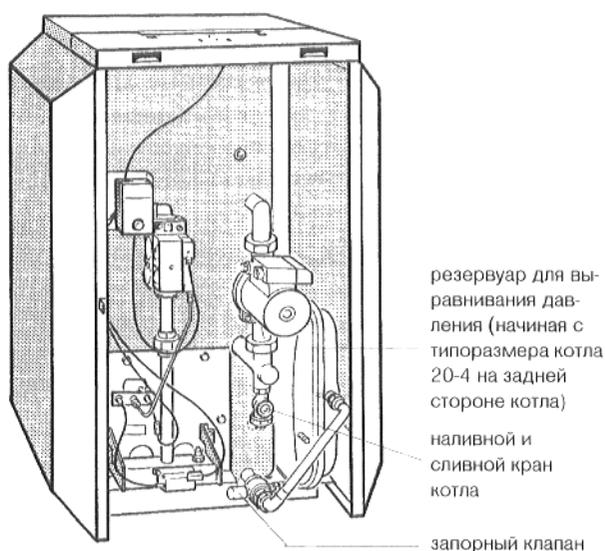
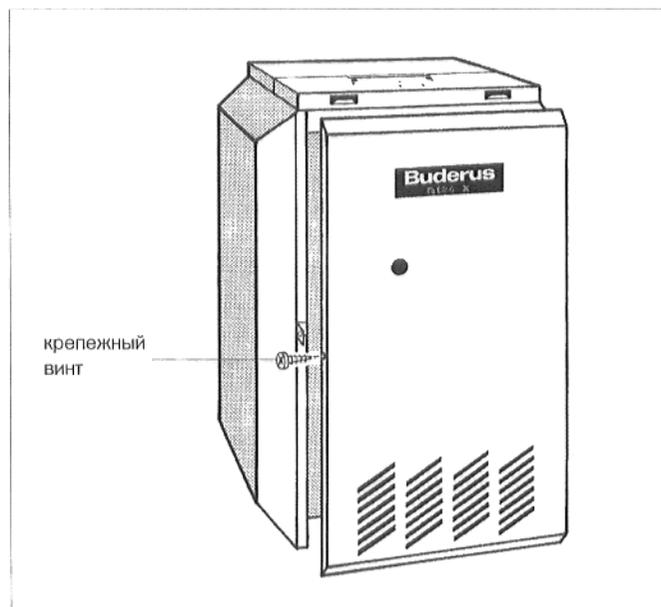

Рис. 9: G124 XV, передняя стенка открыта
Рис. 11: снять переднюю стенку котла
Для этого, закрытием запорного клапана под красным колпачком, резервуар для выравнивания давления отключается от системы (рис. 9). Снять переднюю стенку котла (см. рис. 11).
- Вывинтить крепежные винты слева и справа в боковых стенках (рис. 11).
- Приподнять переднюю стенку котла и снять в направлении вперед (рис. 11).
- Насадить регулятор на передний кожух так, чтобы вставные крючки на нижней стороне регулятора вошли спереди в овальные отверстия (рис. 9 и 14).